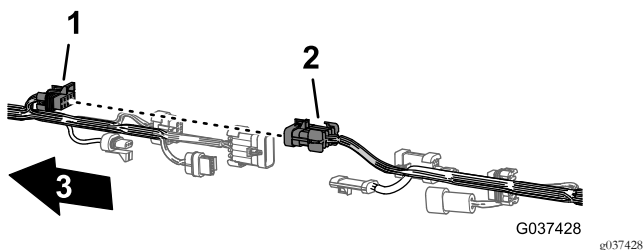
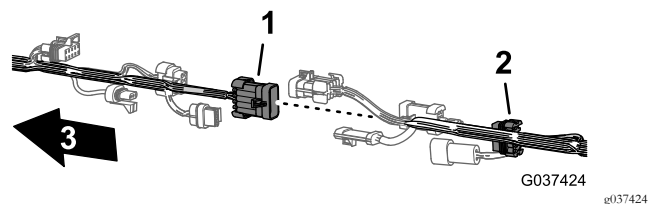

Bild 15
Bild 19
2. Ziehen Sie die sechs Steckerpaare zwischen dem vorderen und hinteren Kabelbaum ab, wie in Bild 15 bis Bild 19 abgebildet.